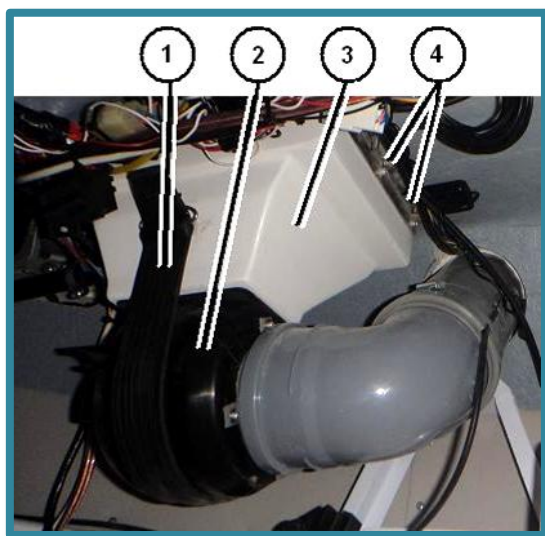

Рисунок IV-7
- 2) Снимите ремень (Рисунок IV-7). Отсоедините вентилятор салона вместе с коленом воздуховода.